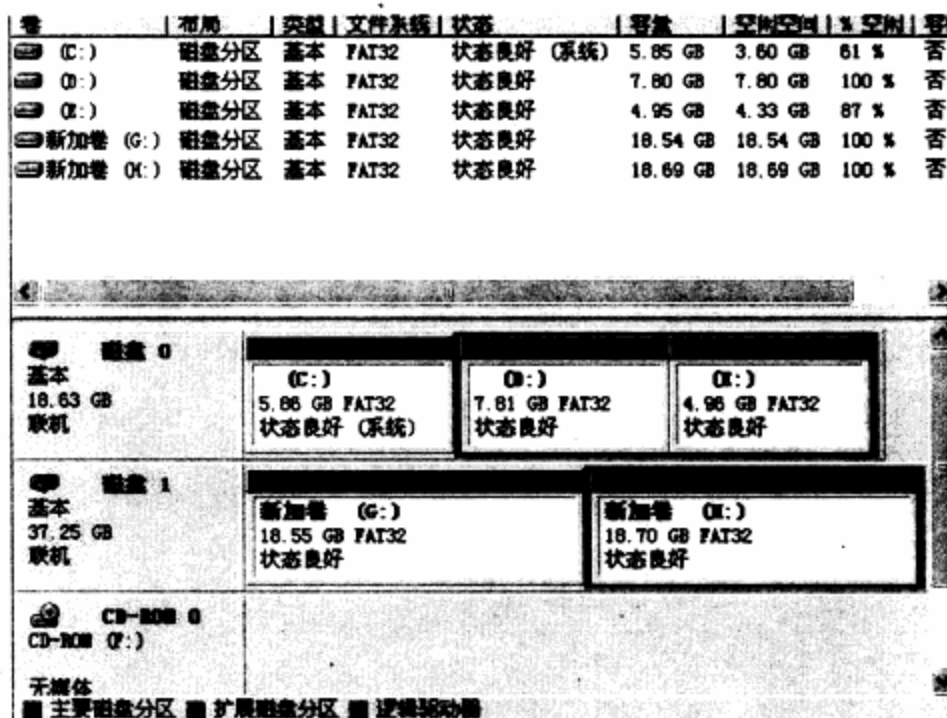

图4-69 分区格式化完毕
**步骤 18** 硬盘分区格式化已经完毕。图4-69就是已经分好的区间。